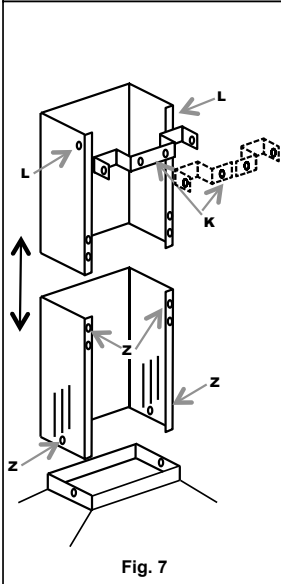

Fig. 7
• INSTALACJA KOMINÓW (Rys. 7):